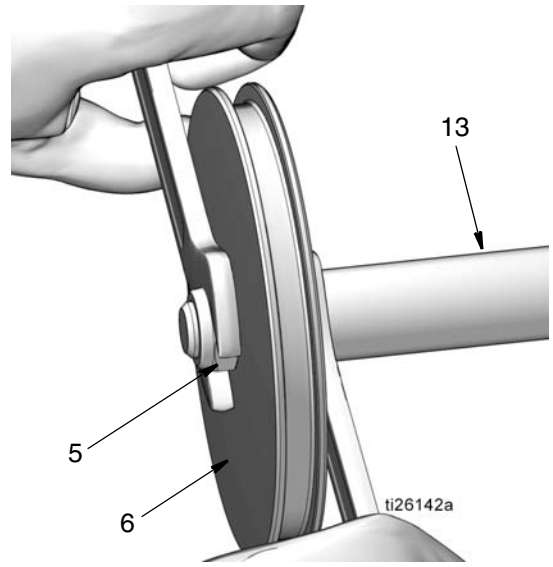

图 48
- d. 将螺母 (5) 安装在活塞杆 (13) 上。使用两个扳手以相反方向用力，拧紧螺母。固定一个开口扳手以齐平活塞杆，使用另一个扳手拧紧螺母 (5)，如图 48 所示。